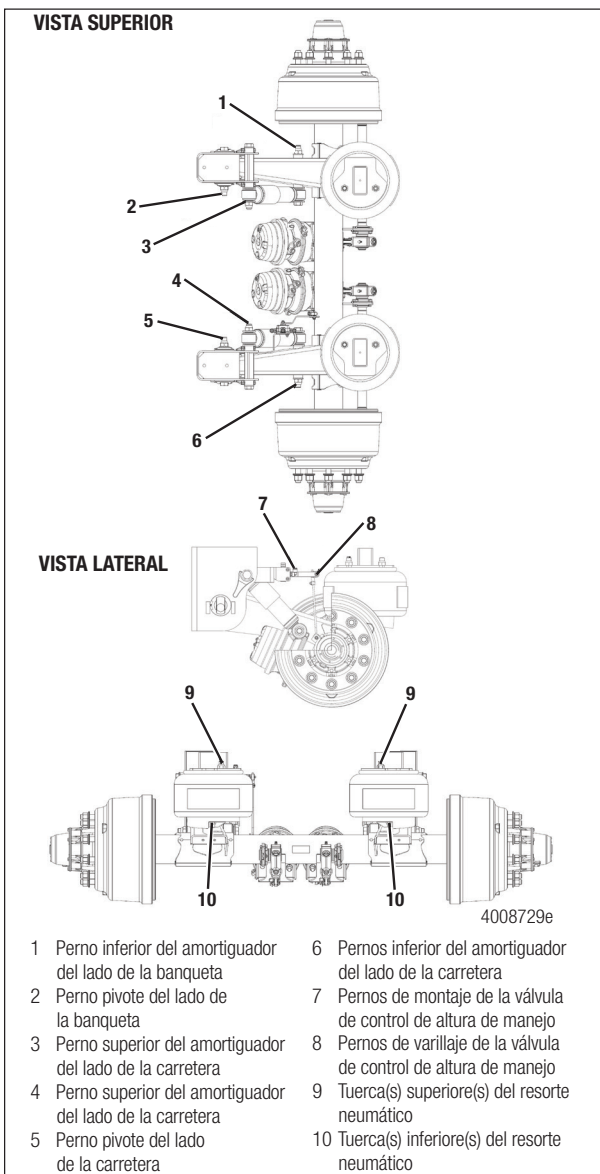

Figura 5.1
- Inspeccione de manera visual todas las tuercas y pernos para ver si están flojos o tienen movimiento. Los pernos pivote se revisan en el paso c. Figura 5.1. Apriete todos los tornillos a la torsión correcta especificada en la Sección 8 Especificaciones en la página 27. De ahí en adelante, inspeccione los componentes de la suspensión cada vez que se dé mantenimiento al remolque.
**NOTA:** En la Figura 5.1, el modelo MTA "T" se muestra para fines ilustrativos. Los mismos componentes se utilizan en el modelo MTA "L" y la misma información es válida.